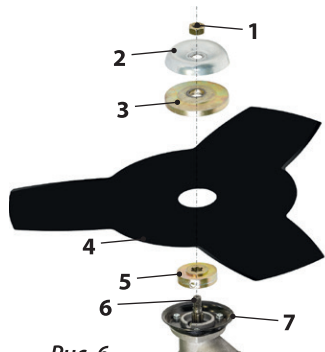

Рис. 6
## 4.4. Установка дискового ножа (рис.6)
1. Установите на выходной вал редуктора (2) внутренний, а затем прижимной фланец (см. рис.6).
2. Зафиксируйте вал от поворота с помощью ключа (11) (см. рис.6), закрутите кассету с леской (3) против часовой стрелки до упора.